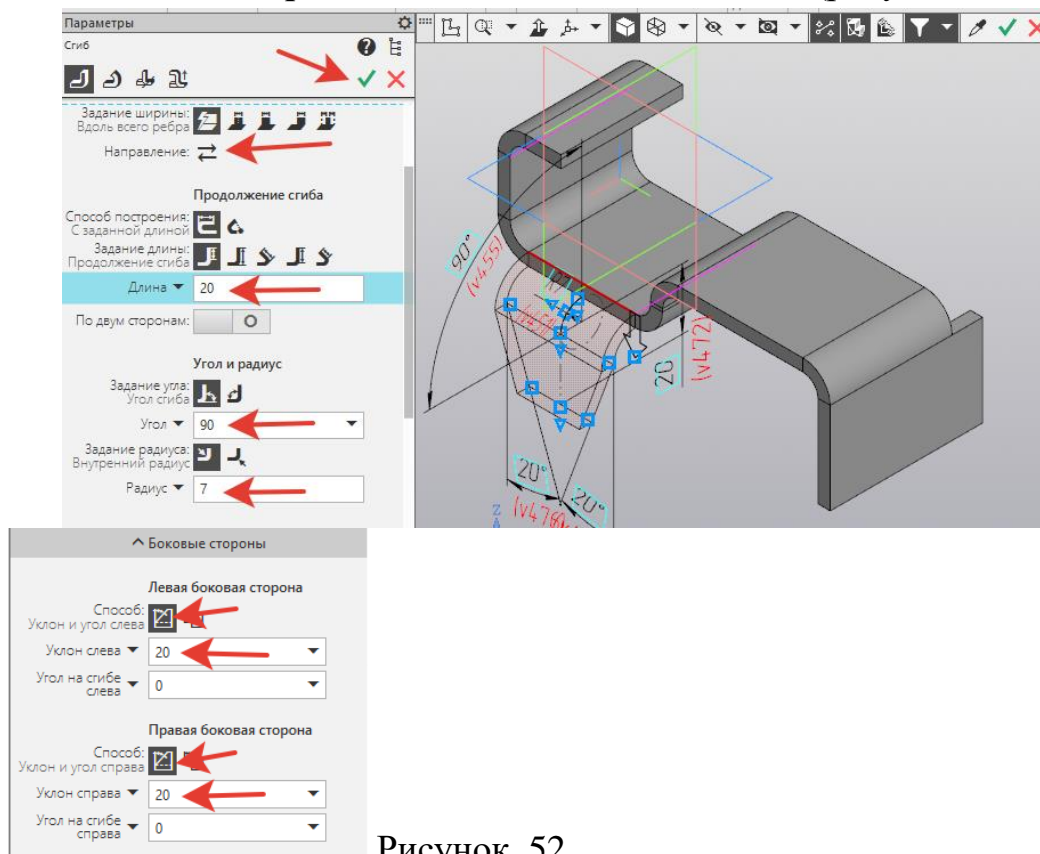

Рисунок 52.
17. В панели *Параметры* задать: *Длина – 20, Угол – 90, Радиус – 7, Расстояние – 15*. Открыть расширение *Боковые стороны* задать:  *Угол и уклон – Слева – 20, Справа – 20*. Создать объект  (рисунок 52).